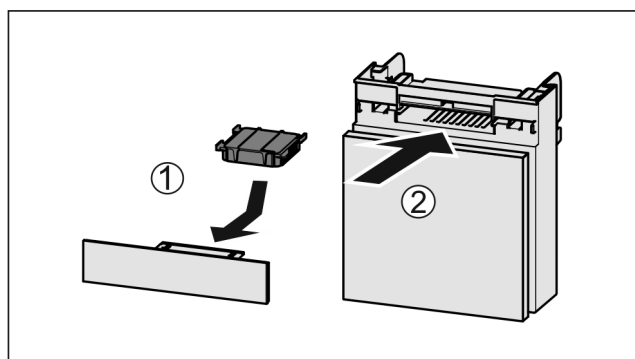

Fig. 149
- Поставете Fig. 149 (1) филтъра с активен въглен, както е показано на фигурата.
- Вкарайте Fig. 149 (2) отделениято.